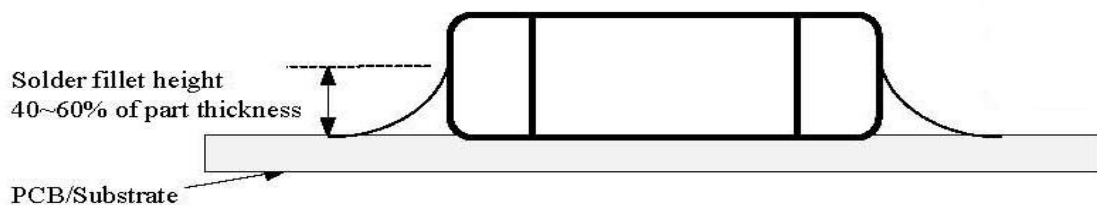

Figure 3
H. 垂直檢查焊點，是否乾淨與焊錫均勻散佈(見 Figure 3)。